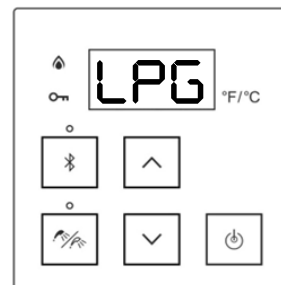

Figure 51
- 3(B). **Pour du gaz propane** : Appuyer sur la touche fléchée vers le haut ou vers le bas. Le contrôleur affiche « **LPG** » (gaz propane liquide) (figure 51).